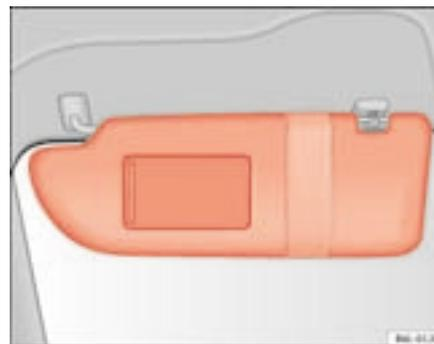

Fig. 64 Pala de sol do lado do condutor
As palas de sol do condutor e do passageiro podem ser desencaxadas dos seus suportes no centro do veículo e viradas para o lado da janela ⇒ fig. 64 ①.